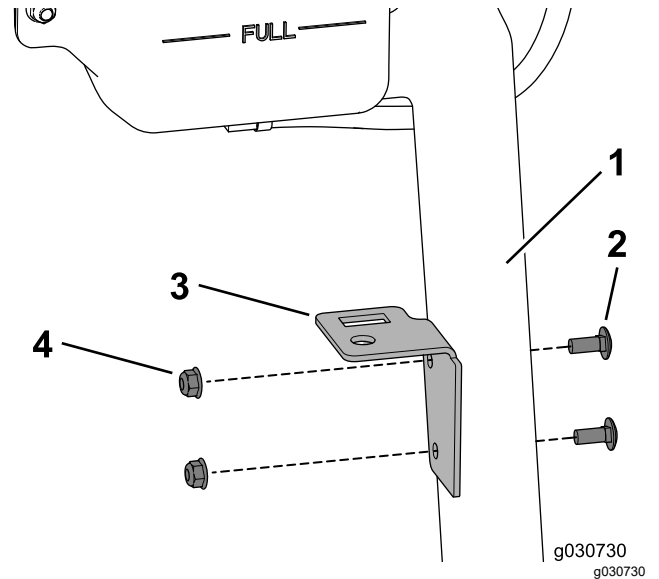

图 43
1. 使用 2 个托架螺栓 5/16 x ¾ 英寸和凸缘螺母 5/16 英寸将水箱面板固定到冷却液瓶支架上图 43。